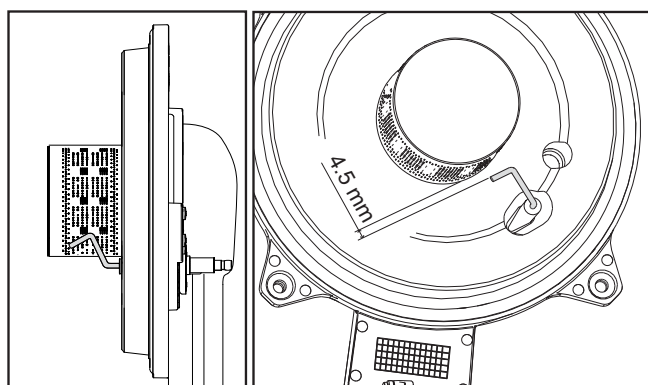

fig. 39
- Dopo il fissaggio, controllare accuratamente la distanza tra l'elettrodo e il bruciatore (vedi fig. 39).